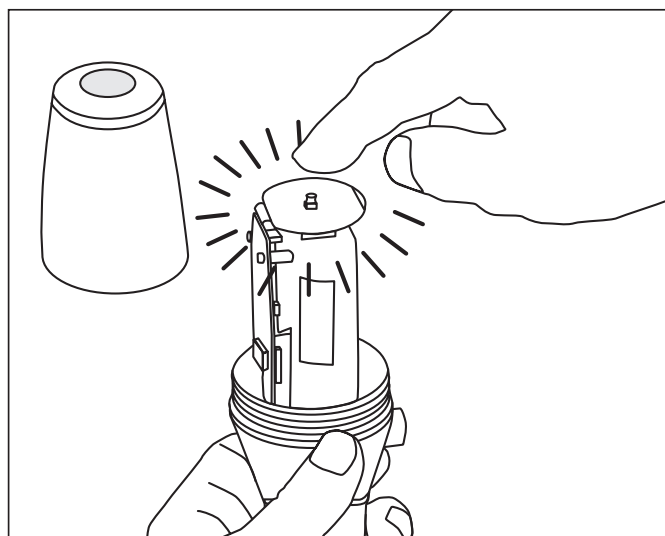

Figura 6
2. Premere e tenere premuto il pulsante Reset per 15 secondi (vedere la figura 6). Il LED lampeggia rosso e verde.